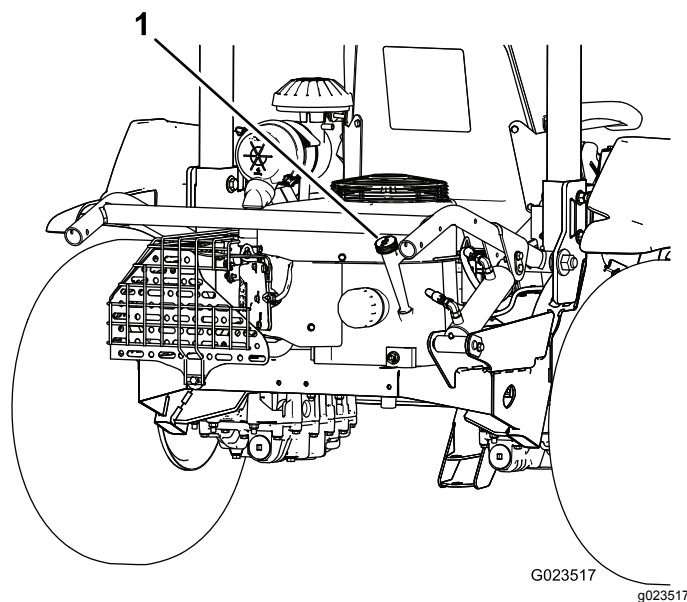
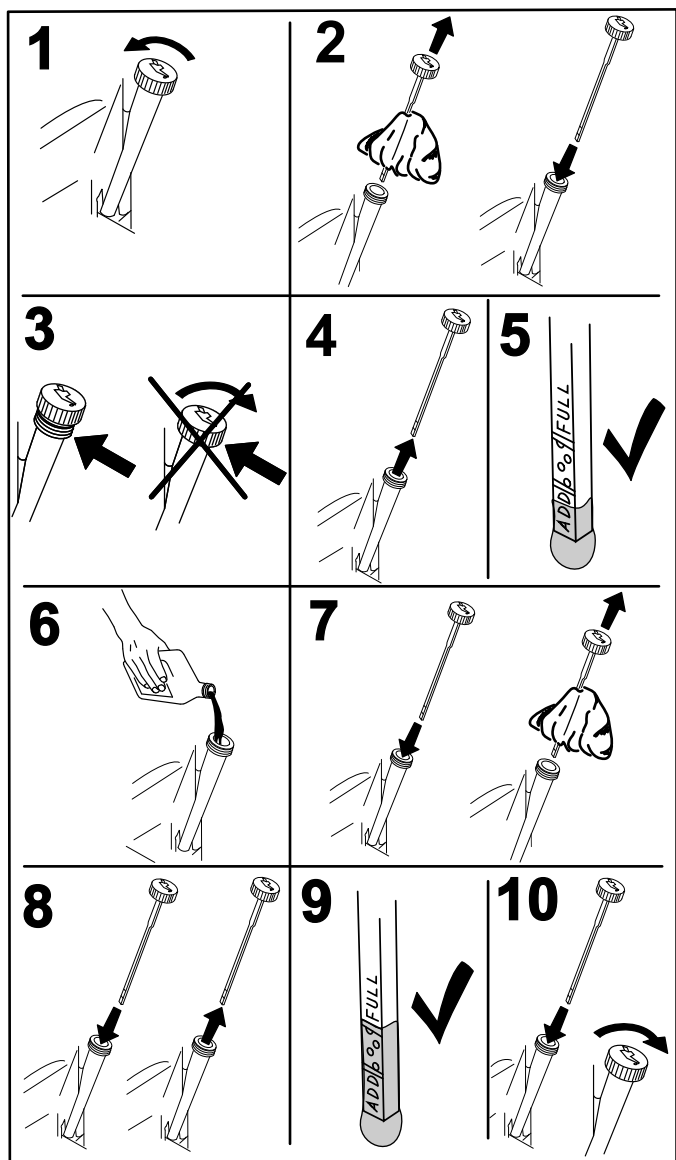

Figura 14
Figura 15
2. Retire la varilla (Figura 14) y límpiela con un trapo limpio (Figura 15).